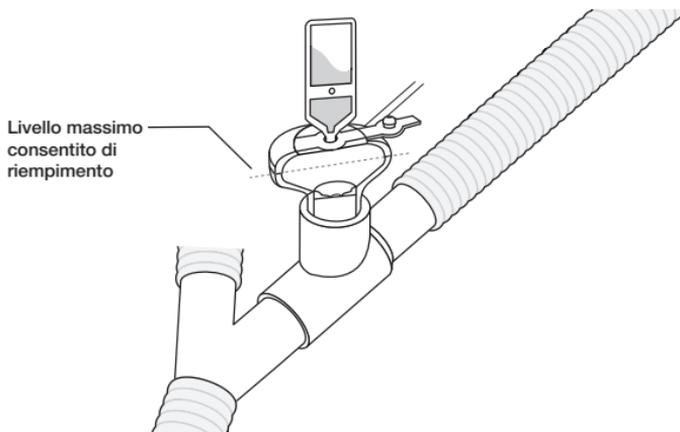

Figura 10. Riempimento del nebulizzatore con una fiala precaricata
- Immettere il farmaco nell'attacco di riempimento del nebulizzatore tramite una siringa o una fiala precaricata (figura 10).
La capacità massima del nebulizzatore è di 10 mL. Non riempire il nebulizzatore oltre il livello massimo consentito (figura 10). La parte inferiore del tappo di riempimento rappresenta il livello massimo consentito.